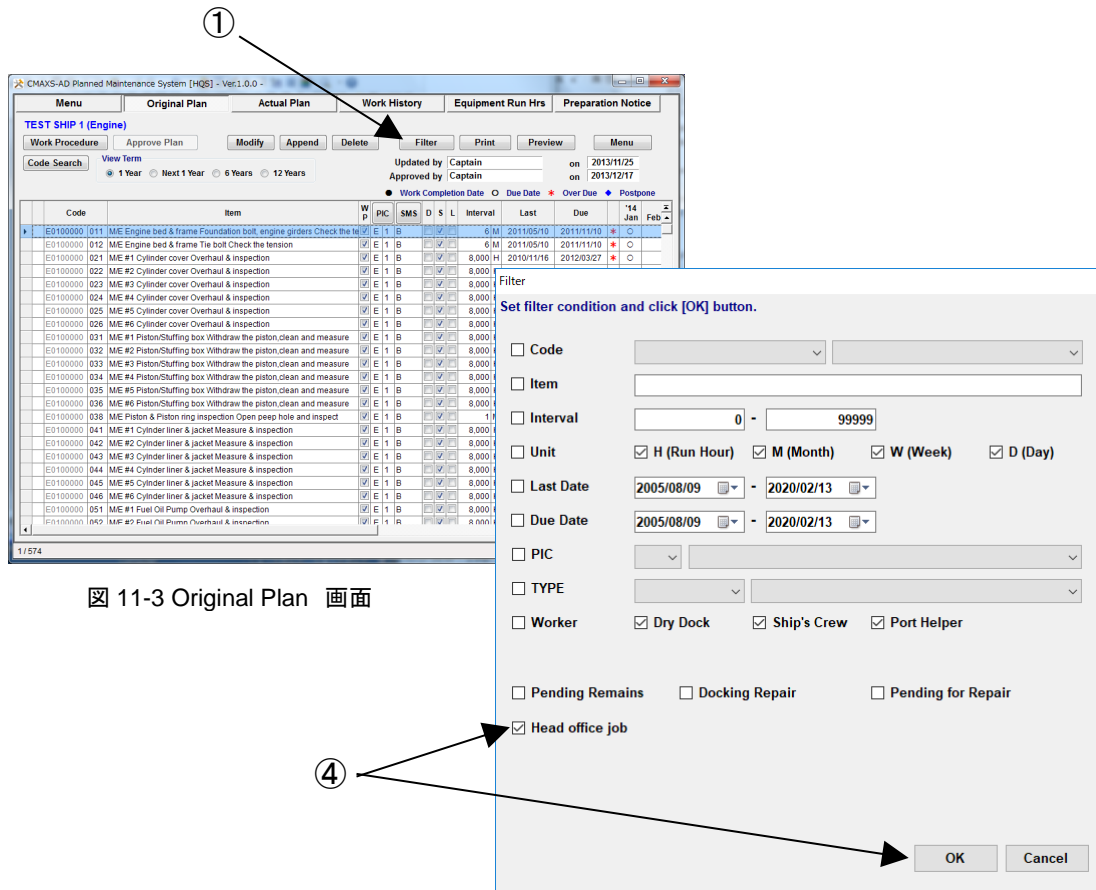

図 11-3 Original Plan 画面
- ① “Menu”の[Original Plan]タブを選択してください。
- ② “Original Plan 画面”(図 11-3)が表示されます。